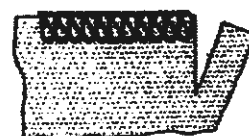

Fig. 2
- N.b. Als u tegelijk wilt overlappen en afwerken, knipt u de stof ongeveer 3cm van de rand af voordat u de stof draait.(Fig.2)